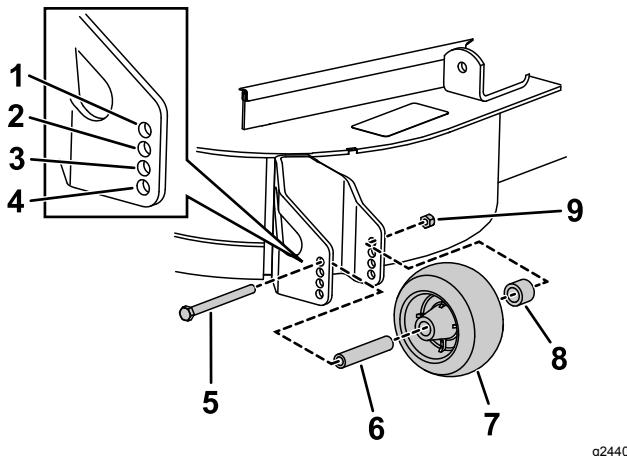

Figura 13
- Después de ajustar la altura de corte, ajuste los rodillos retirando la tuerca con arandela prensada, el casquillo, el espaciador y el perno (Figura 13).
3. Instale la tuerca con arandela prensada, el casquillo, el espaciador y el perno. Apriete a entre 54 y 61 N·m (Figura 13).